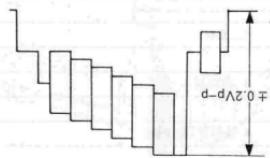

图28
③调节频道F7;
④将示波器连接JP701-1(用75 Ω电阻器终接);
⑤调节VR703, 使视频电平调为 $1.0 \pm 10 \text{ mVp-p}$, 如图28所示。